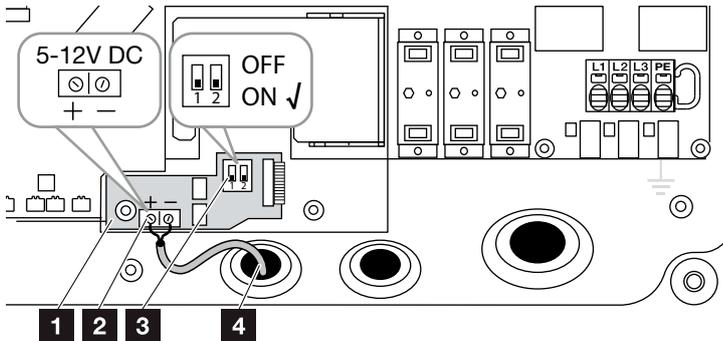

Abb. 25: PIKO EPC AC Off Switch Karte
1. Steuerleitung in den Wechselrichter einführen und an die Anschlussklemme **Abb. 25, Pos. 2** der Leiterplatte anschließen.
3. DIP-Schalter auf ON stellen **Abb. 25, Pos. 3**